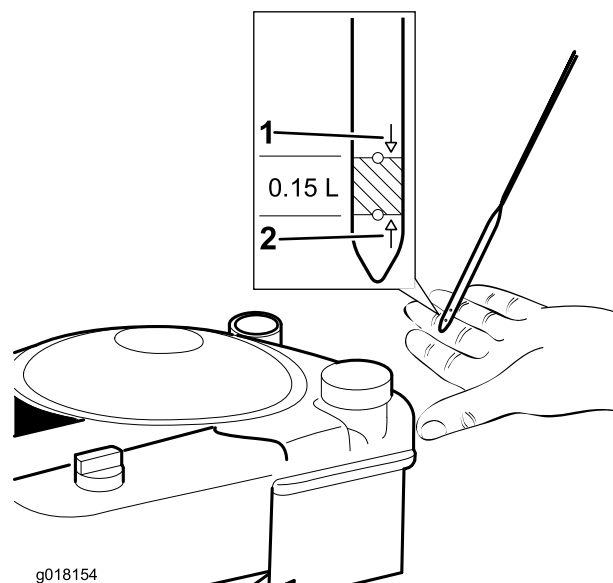

Figura 17
2. Estraete l'asta di livello e asciugatela con uno straccio pulito (Figura 17).
4. Versate **lentamente** dell'olio nel tubo di riempimento, attendete 3 minuti poi controllatene il livello con l'apposita asta: dopo averla pulita, inseritela nel tubo (Figura 17).
5. Riempite di olio il motore fino a quando l'asta di livello non indica che il livello dell'olio è corretto, come illustrato nella Figura 17. Se riempite eccessivamente il motore, estraete l'olio in eccesso.